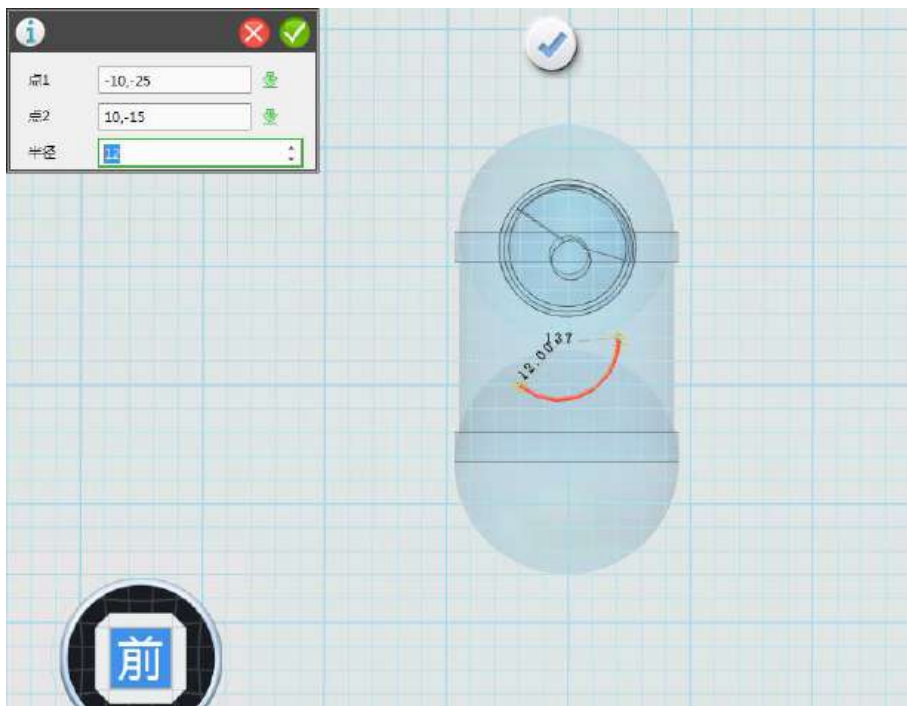

图 1-24
Step 24 点击前视图，选择弧线工具，绘制一条如下图 1-24 所示的弧线，一定要点击圆柱体。